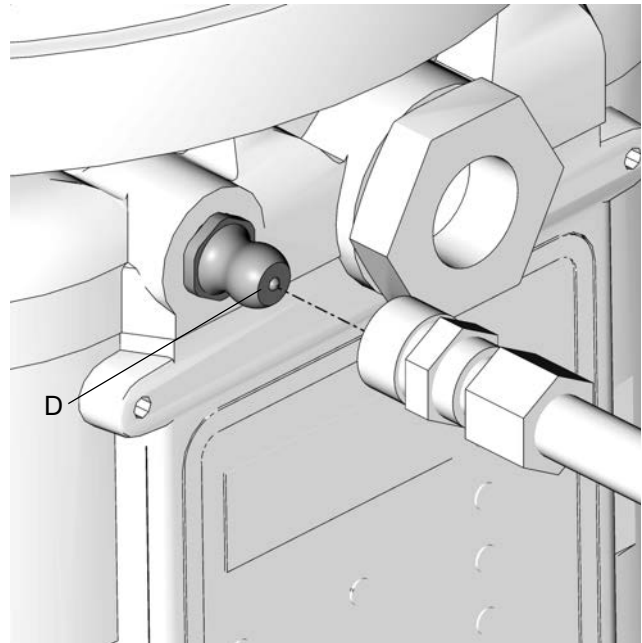

FIG. 13
- Limpie siempre el accesorio de conexión (D) (FIG. 13) con un paño limpio y seco antes de llenar el depósito. La suciedad y/o los residuos pueden dañar la bomba y/o el sistema de lubricación.
1. Conecte la manguera de llenado al racor de engrase Zerk de llenado de entrada (FIG. 13).
2. Conecte la manguera de llenado al racor de engrase Zerk de llenado de entrada (consulte la FIG. 13).
1. Conecte la manguera de llenado a los racores de entrada (consulte la FIG. 13).